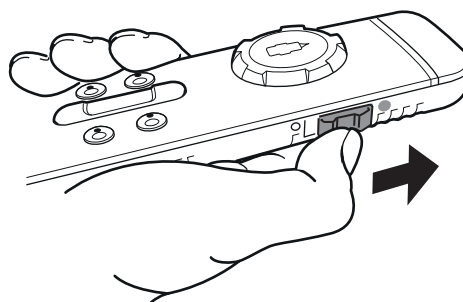

Fig. 14
- Skub skydekontakten i siden opad (Fig. 14). Efter tilkoblingen blinker symbolet  i ca. 5 sekunder på symbolbjælken. Derefter lyser symbolet  konstant, og rangersystemet er klar til drift.